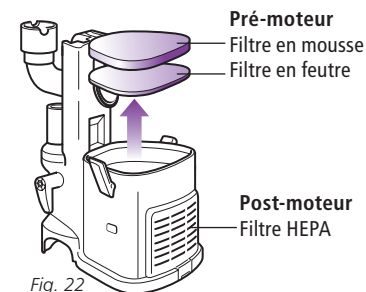

Fig. 22
- 2 Retirez les 2 filtres du dessus de la base du moteur. (Fig. 22)